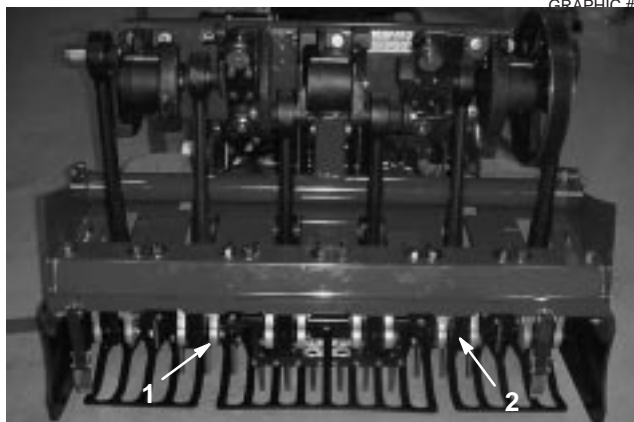

Figure 25
- Placez les louchets dans les porte-louchets N° 2 et N° 5 (Fig. 25). Serrez les vis.